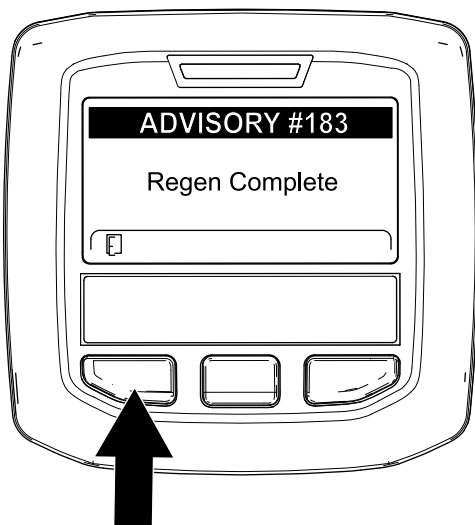

Figura 65
- Cuando el ordenador del motor finaliza una regeneración con la máquina aparcada o una regeneración de recuperación, el InfoCenter muestra ADVISORY #183 (Aviso n.º 183) (Figura 65). Pulse el botón de la izquierda para salir a la pantalla de inicio.